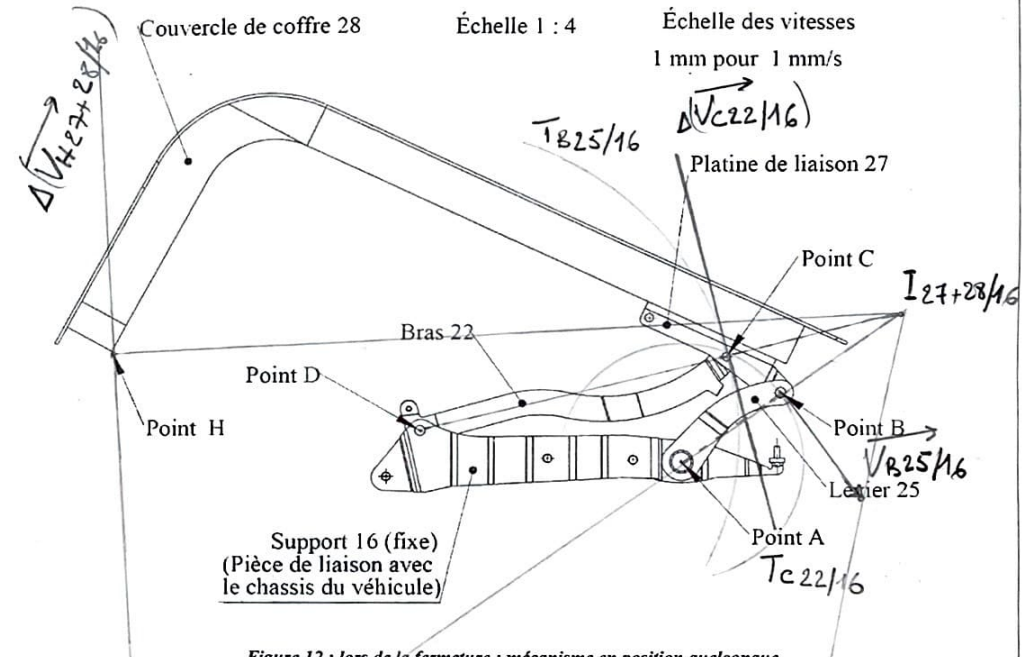

Figure 12 : lors de la fermeture : mécanisme en position quelconque
6.2. Définir ci-dessous, puis tracer sur la figure 12 les trajectoires suivantes : Trajectoire du point C appartenant à 22 par rapport à 16 et Trajectoire du point B appartenant à 25 par rapport à 16. (0,5 point)
6.3. Déterminer la norme du vecteur vitesse $\vec{v}_{B \in 25/16}$. Le tracer sur la figure 12. (0,5 point)